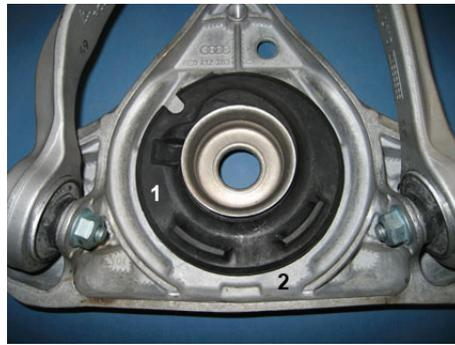

Fig. 5:
- Fig. 5 Querlenkermodul aufsetzen und mit neuer Mutter festschrauben.
- Fig. 5 Position track control arm module and screw it on with new nuts.
- Fig. 5 Mettre en place le module de bras transversal et le visser solidement avec de nouveaux écrous.
- Fig. 5 Colocar el módulo de la barra de dirección transversal y atornillarlo con una tuerca nueva.